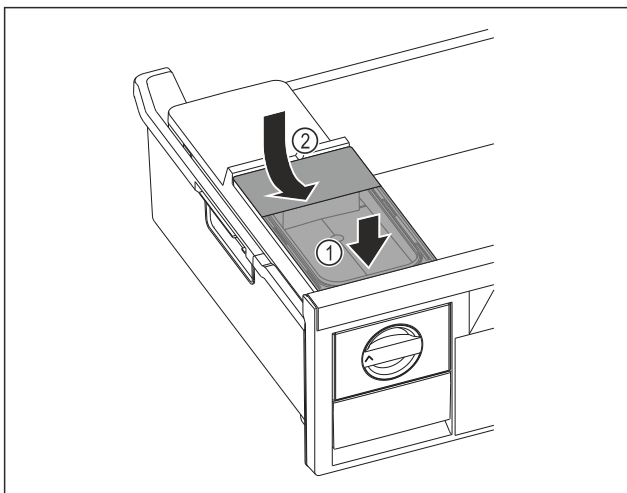

Fig. 125
- Collegare il serbatoio dell'acqua alla parte anteriore. Fig. 125 (1)
- Abbassare il serbatoio dell'acqua posteriore. Fig. 125 (2)